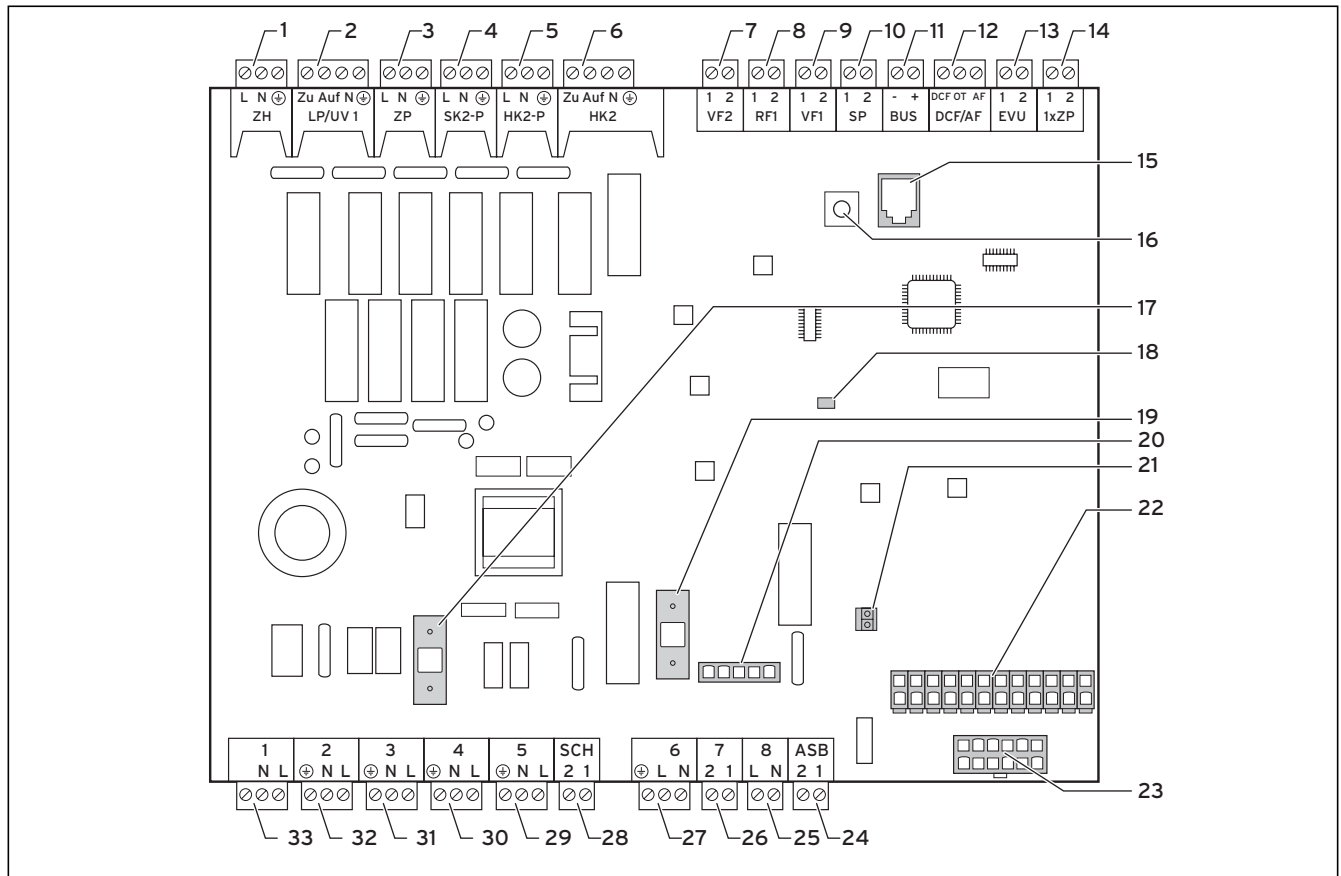

Bild 6.6 Kretskort för regleringen
- Anslut strömförsörjningen till huvudelmatningen (1).
- Anslut rundstyrningsreläet till plint 13 "EVU" (se bild 6.6), om elleverantören kräver sådan. Med hjälp av signalen spärras värmepumparna när kontakten är stängd.
- Anslut den permanenta strömförsörjningen till nätmatning högtariff (2).
- Anslut lågtariffströmförsörjningen till elmatning lågtariff (1).
- Anslut rundstyrringsreläet till plint 13 "EVU" (se bild 6.6), om elleverantören kräver det. Med hjälp av signalen spärras värmepumparna vid slutet kontakt.
- Anslut den permanenta strömförsörjningen till nätmatning regulator (2).
- Anslut lågtariffströmförsörjningen till nätmatning lågtariff (1).
Teckenförklaring till bild 6.6